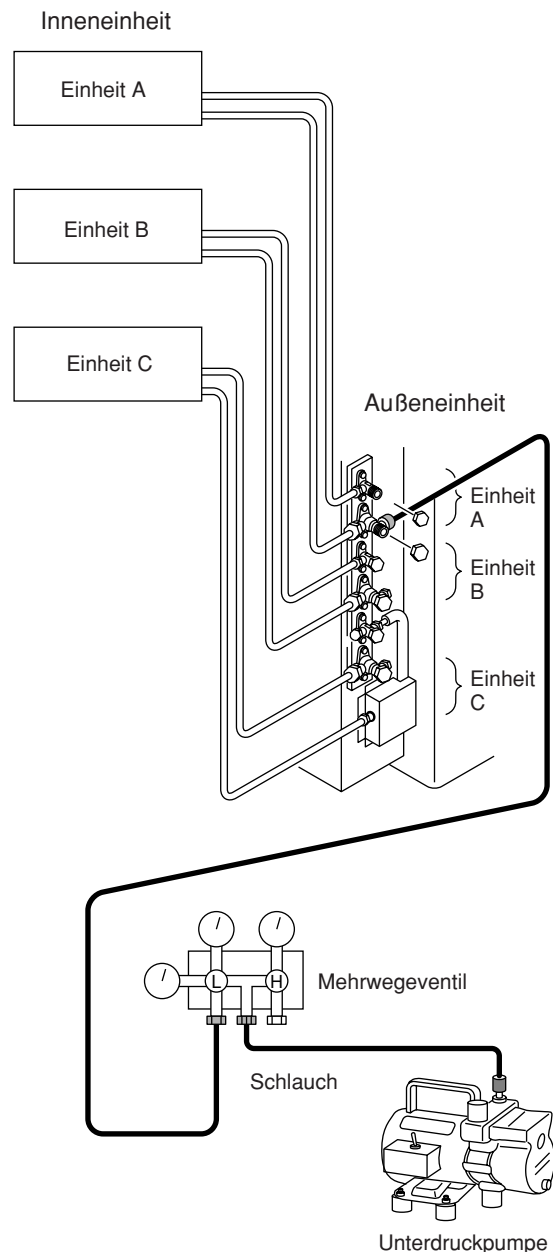

Abb. 8-2
- (1) Unterdruckpumpe mittels Schlauch anschließen. (Abb. 8-2)
- (2) Bei geöffnetem Niederdruckhahn "Lo" des Mehrwegeventils die Unterdruckpumpe laufen lassen. Die Einsatzdauer der Unterdruckpumpe hängt von der Länge der Rohrleitungen und dem Leistungsvermögen der Pumpe ab. Die Tabelle zeigt die zur Entleerung erforderliche Zeit: